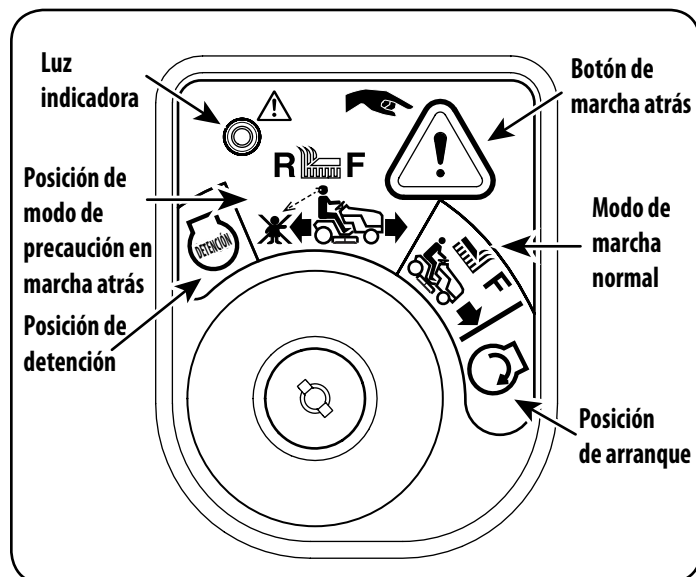

Figura 11
2. Gire la llave de la posición CORTE NORMAL  (verde) a la posición MODO MARCHA ATRÁS CON PRECAUCIÓN  (amarillo) del módulo de encendido. Vea la Figura 11.
3. Oprima el PULSADOR DE MARCHA ATRÁS  en el ángulo superior derecho del módulo de encendido. La luz indicadora roja que está en el ángulo superior izquierdo del módulo de encendido se mantendrá ENCENDIDA mientras está activada. Vea la Figura 11.